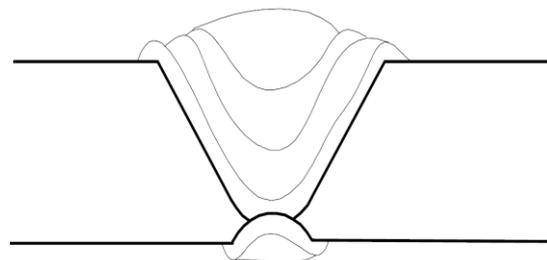

Abb. 4 - Gefüllte Kehlen
- 13 Vorgehen wie in Schritten 7-10 (Abb. 4).